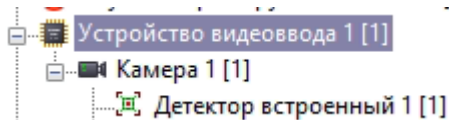

Рисунок 15 – Добавление устройства видеоввода
1. В дереве оборудования добавить объект «Устройство видеоввода» (Рисунок 15):